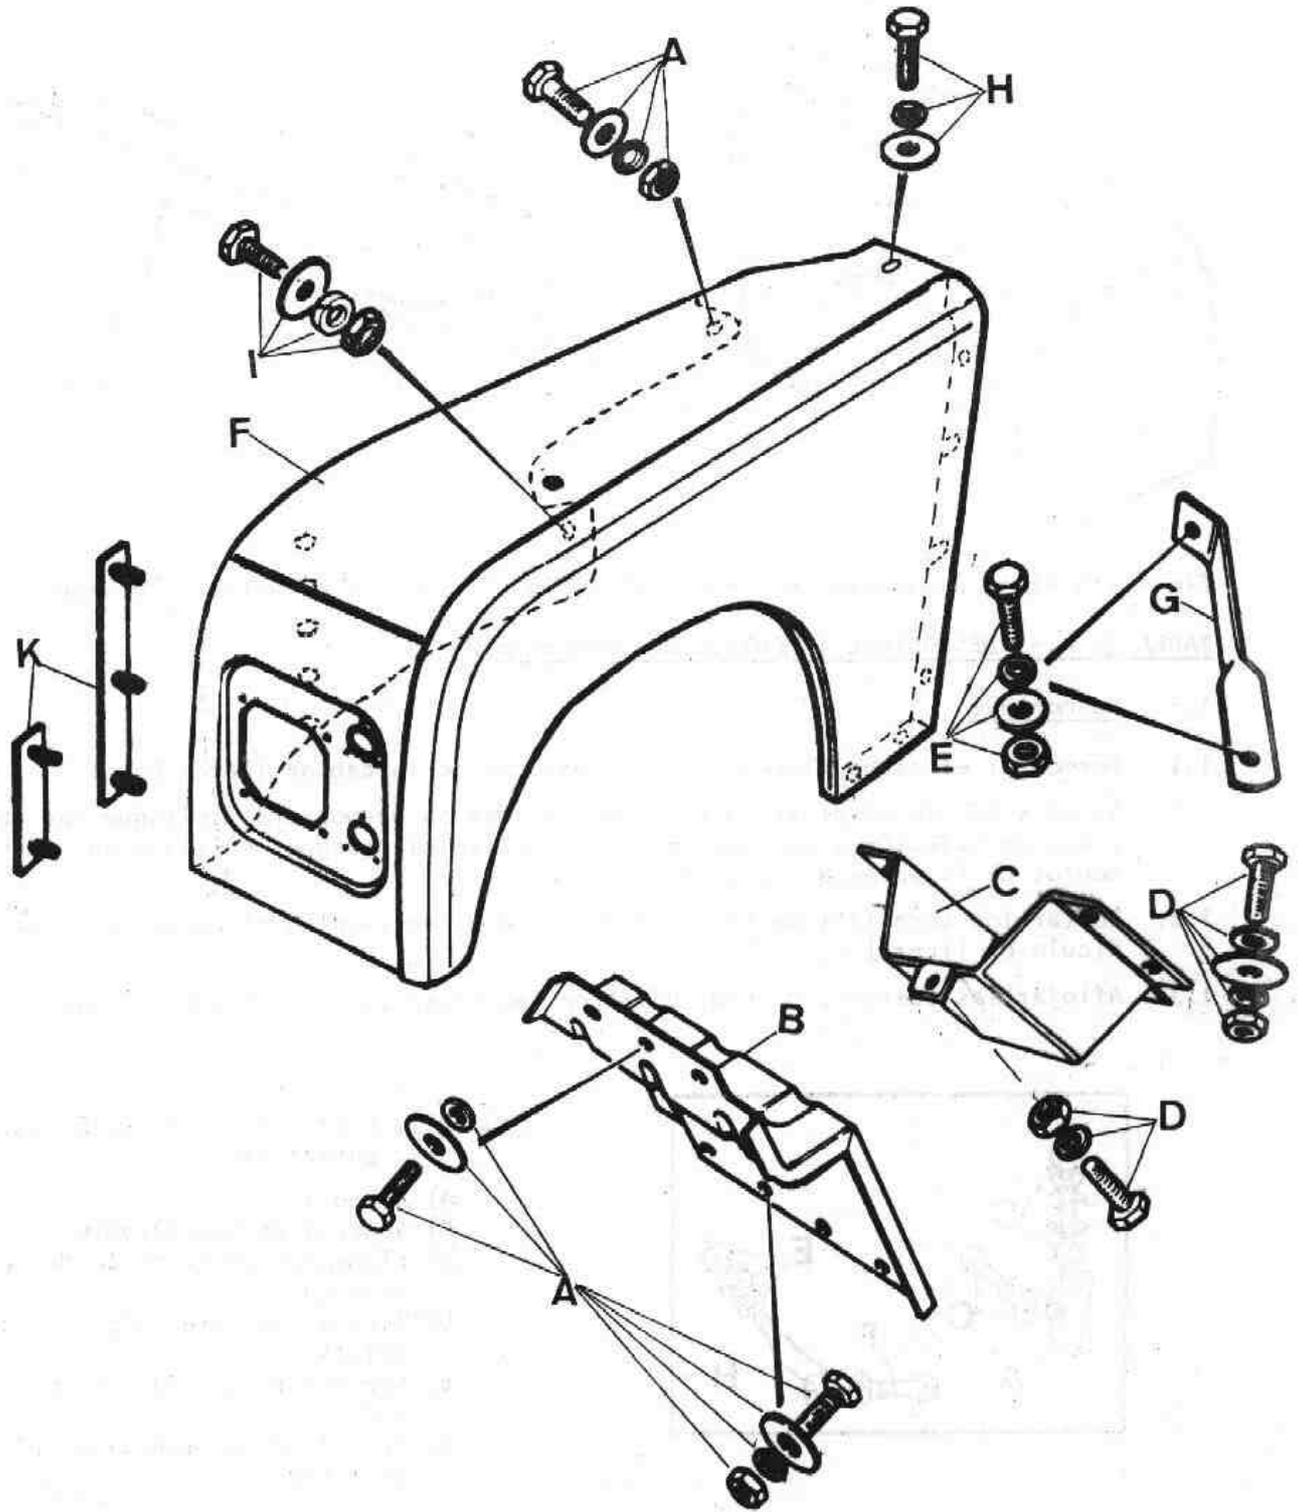

Fig. Q-14 Desmontaje de la aleta (4 cilindros)
- 1.4. Soltar los tornillos de fijación, A (Fig. Q-14) y retirar la placa guardabarros, B, de la aleta.
- 1.5. Extraer los elementos de fijación, E (Fig. Q-14) del panel umbral delantero, a la aleta, F, y al tensor, G.
- 1.6. Soltar el tornillo de fijación, H (Fig. Q-14) al soporte superior trasero de la aleta, F.
- 1.7. Extraer el tornillo, I (Fig. Q-14) que fija la aleta, F a la placa-soporte de la caja de dirección.
- 1.8. Extraer los tornillos de fijación, J (Fig. Q-14) de la aleta, F, a la columna lateral del salpicadero.
- 1.9. Extraer los elementos de fijación, K (Fig. Q-14) a la calandra del radiador y separar la aleta, F del vehículo.